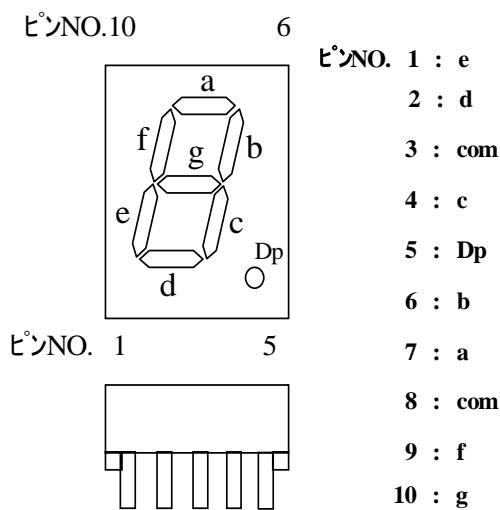

図 3-10
- (1) はんだ量は、部品リード線の折り曲げ部分、線の切り口等をはんだが覆い、かつ、線の形がわかるものとする。ただし、折り曲げず、かつ、切断せずに取付ける部品リードのはんだ付けを行う場合は、リードの先端まで全面はんだで覆われていなくてもよい。
- (n) 発光表示器の構成は、図 3-10 に示すとおりである。